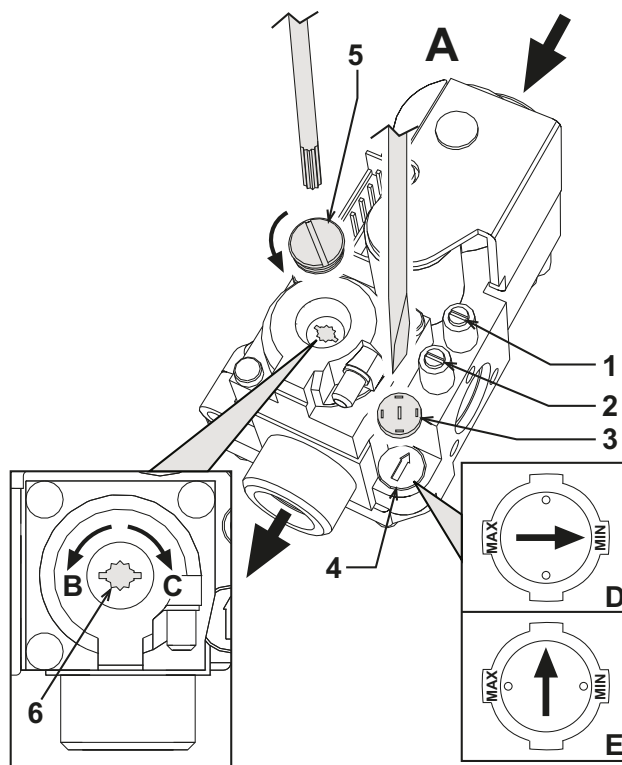

рис. 17 - Регулирование давления
На котле PEGASUS D можно регулировать тепловую производительность топки и, следовательно, тепловую мощность, передаваемую воде системы отопления; это делается исключительно путем регулировки основной горелки с помощью газового вентиля (см. рис. 17). На графиках, приведенных в параграфе сар. 5.2, показано изменение передаваемой воде тепловой мощности в зависимости от изменения рабочего давления горелки. Возможность приведения мощности котла в соответствие с реальными потребностями отопления означает, прежде всего, снижение потерь и экономию топлива. Кроме того, при регулировке мощности, регламентированной также стандартом, котлы сохраняют значения КПД и характеристики сгорания почти без изменений.
1. С помощью небольшой отвертки снимите защитный колпачок 5 вторичного привода газового вентиля рис. 17.
2. Подключите манометр к клемме давления 2 (рис. 17), расположенной после газового вентиля, затем переведите ручку термостата котла на максимум.
3. Регулируйте давление с помощью винта 6 (рис. 17) на желаемое значение, руководствуясь диаграммами, приведенными в параграфе сар. 5.2.
2. Снимите с газового вентиля маленький защитный колпачок 3 (рис. 17). С помощью маленькой отвертки регулируйте "СТУПЕНЬ" розжига на основании выбранного для работы газа (G20-G25 положение D рис. 17 или G30-G31 положение E рис. 17); установите на место защитный колпачок.
- Спустите воздух из газопроводных труб через штуцер отбора давления 1 газового вентиля (рис. 17).